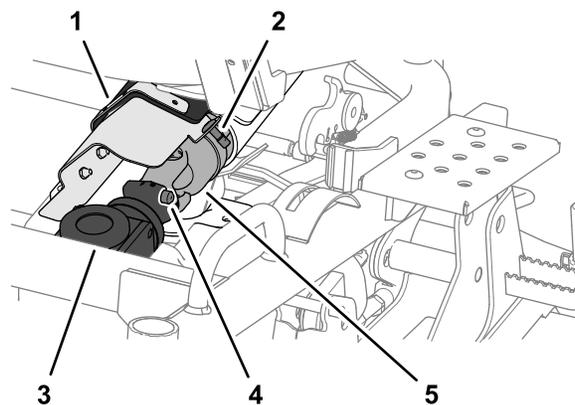

Figure 112
1. Tournez la fixation quart-de-tour et ouvrez le couvercle du cardan sur le protège-courroie (Figure 112).
2. Détachez l'extrémité avant de l'arbre de transmission du boîtier d'engrenages du plateau de coupe en appuyant sur la goupille rappelée par ressort, puis en tirant l'extrémité de l'arbre en arrière (Figure 112).
1. Alignez les cannelures du cardan de l'arbre de transmission et celles du boîtier d'engrenages ; voir Figure 112 sous Désaccouplement de l'arbre de transmission du boîtier d'engrenages du plateau de coupe \(page 79\).
2. Appuyez sur la goupille rappelée par ressort et poussez l'extrémité de l'arbre de transmission en avant ; voir Figure 112 sous Désaccouplement de l'arbre de transmission du boîtier d'engrenages du plateau de coupe \(page 79\).
3. Relâchez la goupille rappelée par ressort et vérifiez que le cardan de l'arbre de transmission est verrouillé dans le boîtier d'engrenages du plateau de coupe ; voir Figure 112 sous Désaccouplement de l'arbre de transmission du boîtier d'engrenages du plateau de coupe \(page 79\).
4. Fermez le couvercle du cardan et fixez-le au protège-courroie à l'aide de la fixation quart-de-tour ; voir Figure 112 sous Désaccouplement de l'arbre de transmission